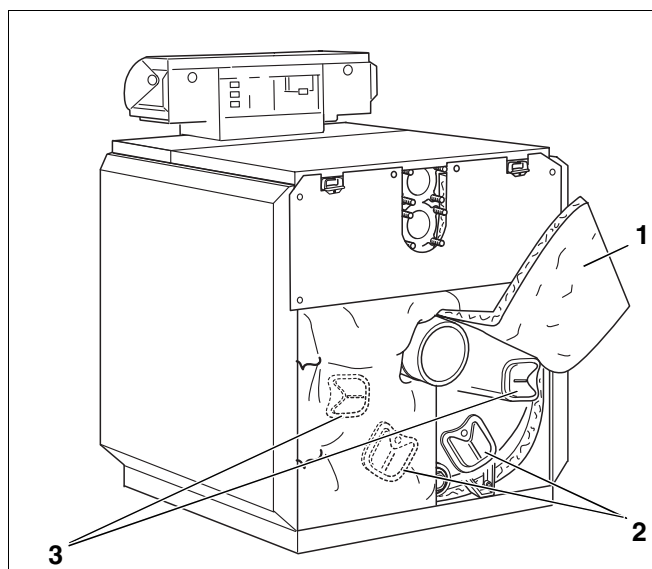

Fig. 52 Demontare – capacele gurilor de curățare
- Cele două capete ale izolației termice se rabat în sus (fig. 52, **poz. 1**) și se fixează acolo cu agrafe.
- Se îndepărtează capacele gurilor de curățare de pe elementul posterior (fig. 52, **poz. 2**) și de pe colectorul gazelor de evacuare (fig. 52, **poz. 3**).